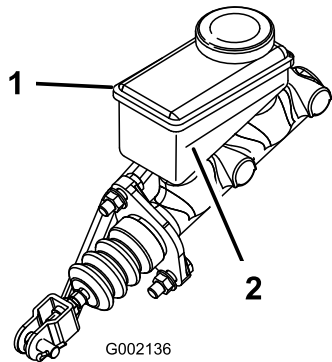

図 37
3. タンク側面についている最低ラインより上まで DOT 3 ブレーキ液が入っていることを確認する図 37。